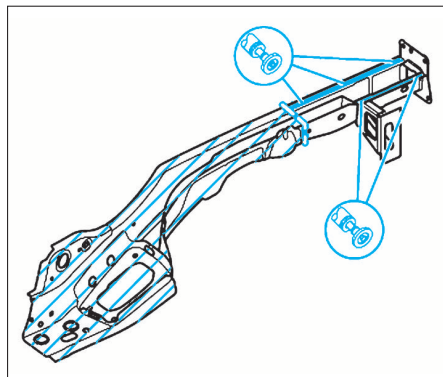

FIG. 31
- Découper la zone hachurée (Fig.31).